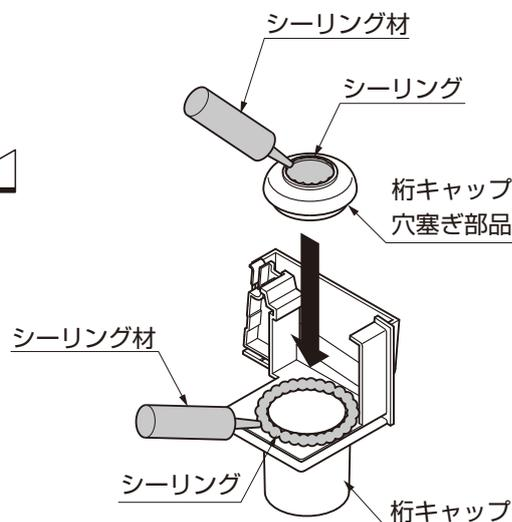

図8-19
- 片側入隅仕様の場合、入隅側の桁キャップに桁キャップ穴塞ぎ部品を取付けてください。(図8-19参照)